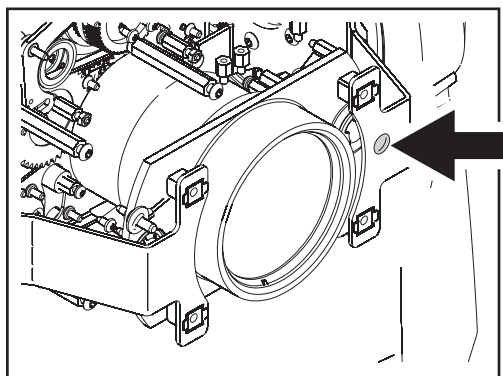

Bild 18: Justage-Schraube des Fokusschlittens
4. Siehe Bild 18. Stecken Sie einen Schraubendreher in die Öffnung (Pfeilmarkierung) und schieben Sie den Fokusschlitten an der Justage-Schraube nach hinten.